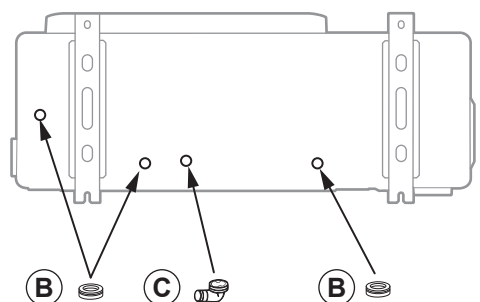

fig. 15 - Installatie van de buitenunit, condensafvoer
- In bedrijf kan er water uit de buitenunit sijpelen. Plaats het apparaat niet op een terras, maar bij voorkeur op een goed gedraineerd ondergrond (grindbed of zand). Als de installatie in een gebied wordt uitgevoerd waar de temperatuur beneden het vriespunt zakt, ervoor zorgen dat de aanwezigheid van ijs geen gevaar oplevert. Het is ook mogelijk om een afvoerleiding aan te sluiten op de condensaatafvoerbak (fig. 15).
De buitenunit moet zich ten minste 50 mm boven de grond bevinden. In besneeuwde gebieden moet een grotere hoogte voorzien worden, maar deze mag nooit groter zijn dan 1.5 m (fig. 15).